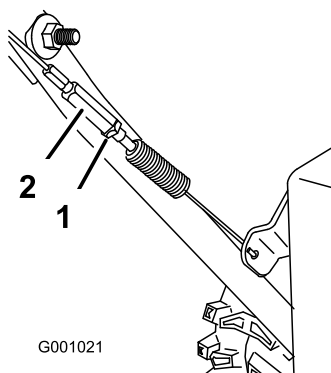

Figure 48
3. Resserrez l'écrou de blocage (Figure 48).